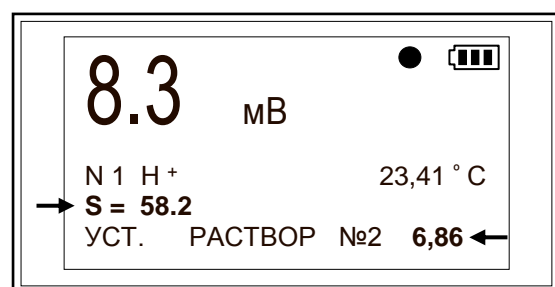

Рисунок 38
4.13.2.12 Вынуть электроды из раствора № 1, промыть их дистиллированной водой с двойной сменой воды, удалить остатки воды с помощью фильтровальной бумаги и установить электроды в раствор № 2. После установки электродов в раствор на табло прибора отобразится определенное прибором значение рХ (рН) образцового раствора № 2 (рис. 38).
После определения рХ (рН) образцового раствора № 2 на табло выводится значение крутизны электродной характеристики  $S$  (рис. 38), по которому можно судить о степени пригодности измерительного электрода. Значение  $S$  приводится в документации на измерительный электрод. Если  $S < 50$ , то вместо него появится знак «inf», и продолжение градуировки будет невозможно. Необходимо проверить пригодность образцовых растворов и электрода и вновь провести градуировку.